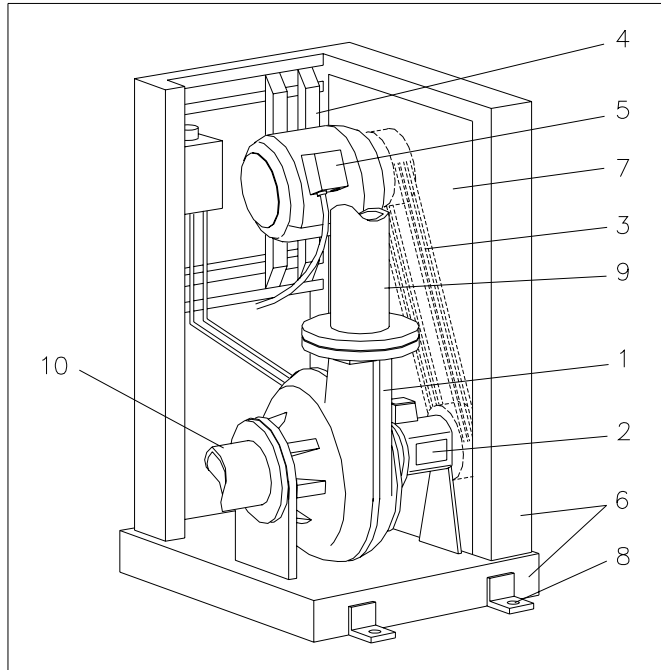

Fig. 7.7
Entraînement par courroies trapézoïdales avec moteur placé en hauteur et cadre (Voyez Figure 7.7)
- le pied est fixé à la fondation au moyen des 4 trous de fixation (voyez Figure 7.7, poste 8)